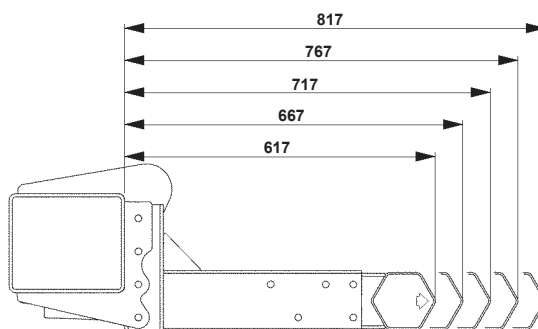

Bild 54. De yttre delen av konsolerna kan monteras i fem olika lägen
2. Montera de yttre konsollerna, de kan monteras i fem olika lägen. Välj ett läge som ger en position som uppfyller de lagstadgade kraven. Använd tillhörande skruv M12x80. Montera utan att dra åt skruvarna. Se Bild 54.